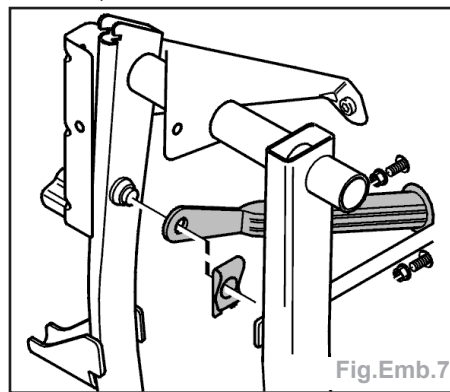

Fig.Emb.7
- Déposer le clip de retenue de la barre de poussée du cylindre émetteur. Décrocher la barre de poussée de la pédale (Fig. Emb.7).